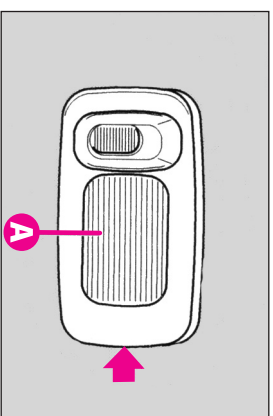

fig.58
- Scoateți capacul transparent (A-fig. 58) apăsând în punctele indicate de săgeată.